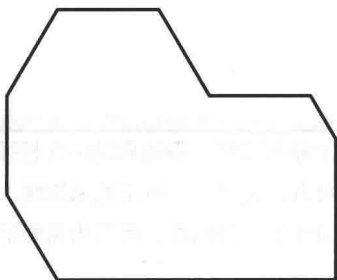

图 1-18 打开的图形
step02 在对话框中选择随书光盘中的“素材文件\第1章\实例 006.dwg”文件,然后单击【打开】按钮,即可将选择的图形文件打开,如图1-18所示。